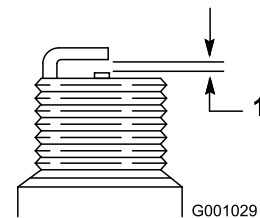

Figura 39
4. Defina a folga entre os elétrodos numa nova vela para 0,76 mm como se mostra na Figura 39.